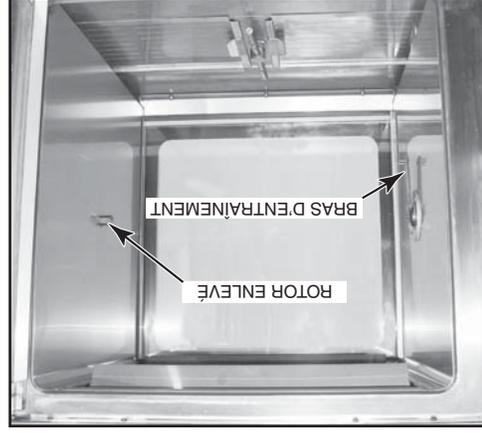

Figure 34
2. Retirez le rotor. Soulevez le rotor du côté opposé du bras d'entraînement et sortez-le pour le désengager des deux ergots d'entraînement sur le bras d'entraînement (figure 34).